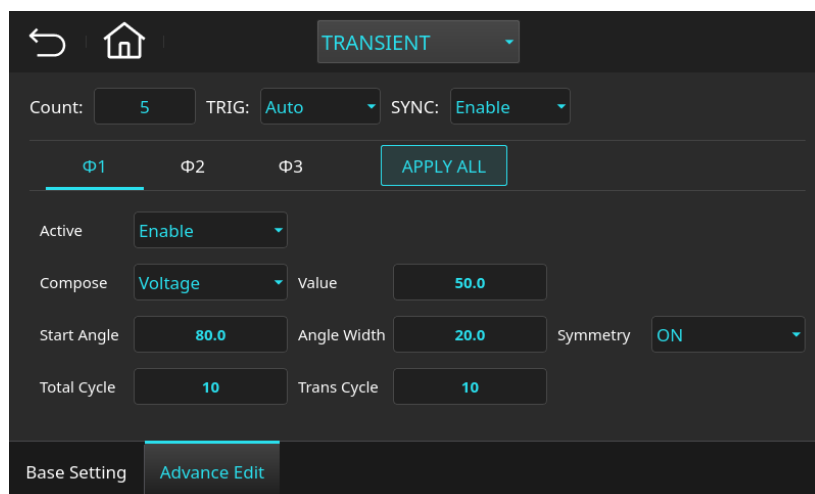

图 5-39 瞬态波形模式(Transient)设定页面(第一相设定范例参数)(Sag)
7. 重复上述步骤 1. ~ 4.，设定 TRIG=Auto，编辑参数如下图 5-39 所示。